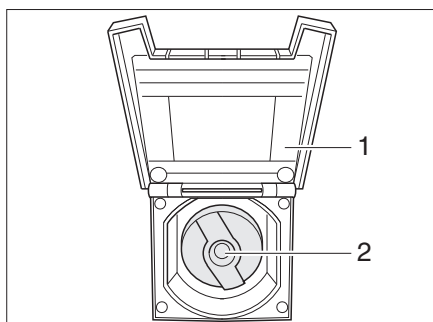

Fig. 149 Couvercle de fermeture pour bec de remplissage d'eau potable
- Ouvrir le couvercle (Fig. 149,1) vers le bec de remplissage d'eau potable.
- Insérer la clé dans le barillet (Fig. 149,2) et la tourner d'un quart de tour dans le sens inverse des aiguilles d'une montre.
- Ouvrir le bec de remplissage d'eau potable (Fig. 149).